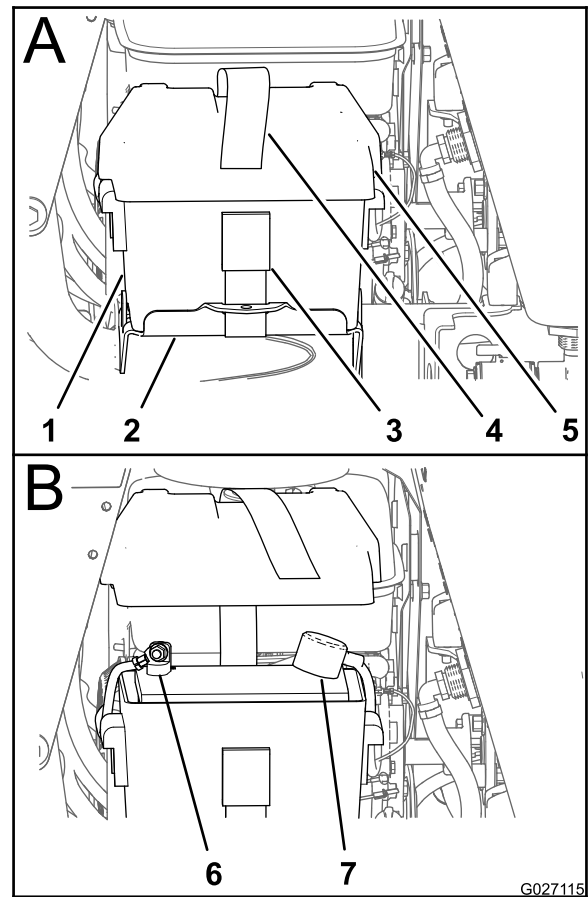

Figura 74
2. Retire el extremo libre de la correa de la batería de la hebilla, y retire la tapa de la batería de la caja de la batería (Figura 74).
- Si el cable positivo también está desconectado, conecte el **cable positivo (rojo)** al borne positivo de la batería y coloque la cubierta sobre el borne positivo (Figura 74).
- Alinee la tapa de la batería con la caja de la batería y sujete la tapa y la caja a la bandeja de la batería con la correa de la batería (Figura 74).
2. Retire la tapa de la batería (Figura 74); consulte el paso 2 de Comprobación de la carga de la batería \(página 64\).
6. Alinee la tapa de la batería con la caja de la batería y sujete la tapa y la caja a la bandeja de la batería con la correa de la batería (Figura 74).